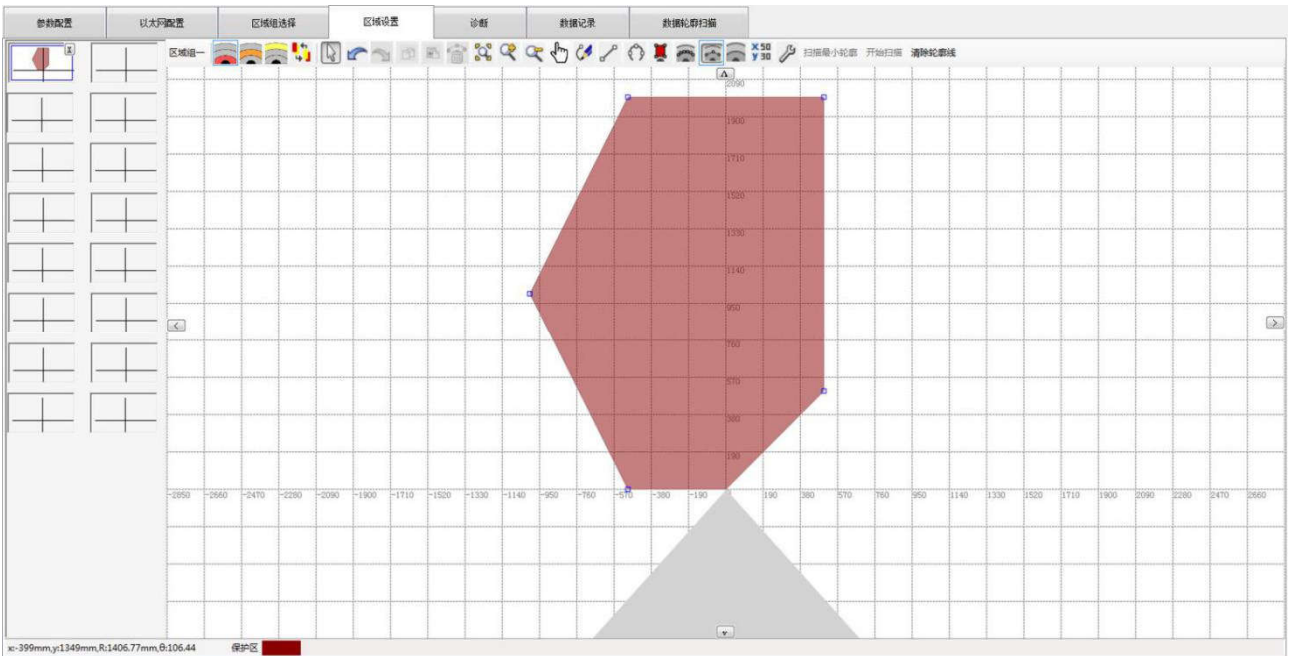

图 2.5.22 坐标添加后视图
关闭弹窗后，修改后的保护区如图 2.5.22 所示。
(3) 对上图 2.5.22 所示保护区进行边界点删除。点击 ，在弹窗左侧的【边界点列表视图】中，选择要删除的坐标点（500，500），如下图 2.5.23 所示：